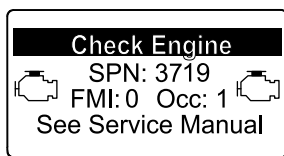

Figura 39
- Avvertenza motore SPN 3719, FMI: 0 (Figura 39)